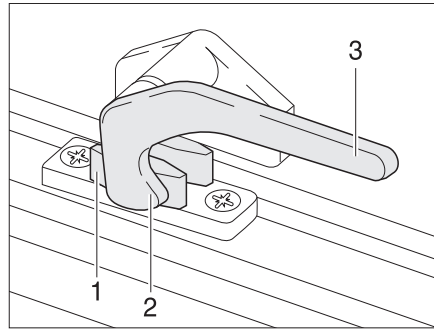

Fig. 70 Palanca de bloqueo en la posición de "cerrado"
- Girar la palanca de bloqueo (Fig. 70,3) un cuarto de vuelta hacia la mitad de la ventana.
- Girar la palanca de bloqueo (Fig. 70,3) un cuarto de vuelta hacia el marco de la ventana. El saliente de bloqueo (Fig. 70,2) se encuentra en la cara interior del bloqueo de la ventana (Fig. 70,1).
- En la posición "cerrada fijamente" (Fig. 70).